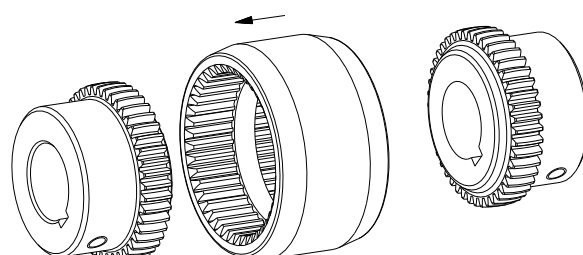

図 13: スリーブの取付け方法
- スリーブを駆動側または従動側ハブのギヤに取付けて下さい (図 13 をご参照)。